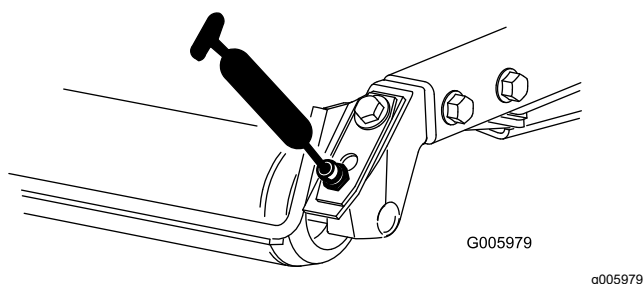

Figura 79
- Cojinetes de los rodillos traseros (2 por unidad de corte) tal y como se muestra en la Figura 79